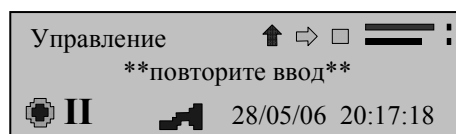

Рисунок 23
- прибор предложит подтвердить новый пароль (рисунок 23);